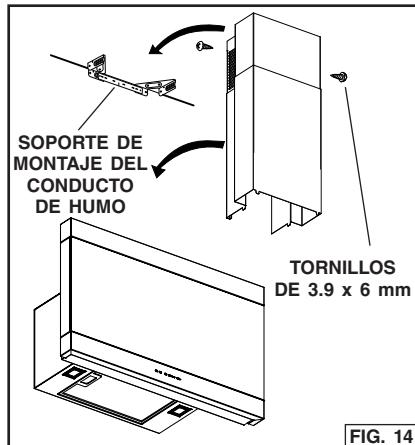

FIG. 14
7. Fije el conducto de humo superior al soporte de montaje con dos (2) tornillos de 3.9 x 6 mm. Fig. 14.